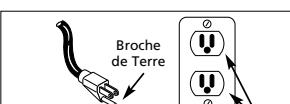

Figure 4 - Méthode de mise à la terre
1. Ce produit est conçu pour l'utilisation d'un circuit de 120 volts et a une fiche de mise à la terre comme celle indiquée sur la Fig. 4. S'assurer que le modèle soit branché à une prise de courant qui a la même configuration que la fiche. Ce produit doit être mis à la terre. Dans l'événement d'un court-circuit, la mise à la terre diminue le risque de secousse électrique en fournissant un fil d'échappement pour le courant.